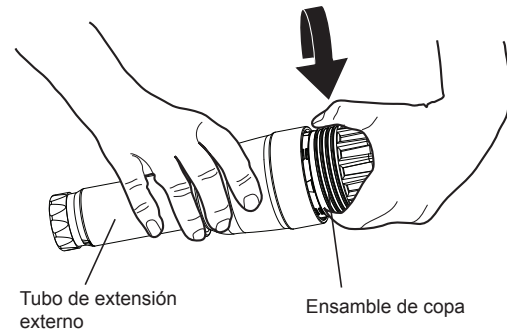

Figura 5
- Desenrosque el ensamble de la copa del tubo de extensión exterior. (Ver Figura 5)